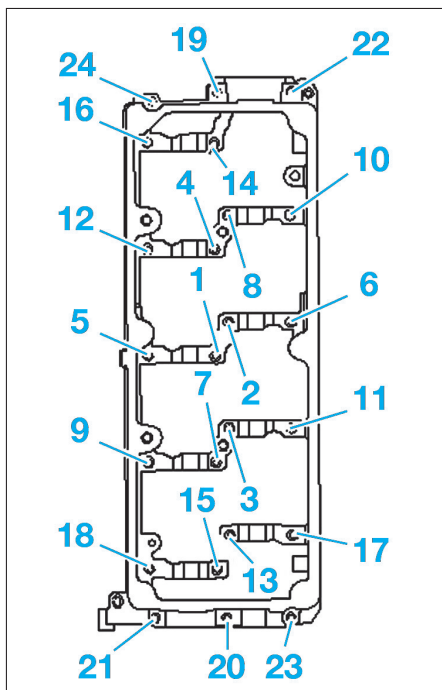

Fig. 55
- Déposer les vis de fixation du palier d'arbres à cames dans l'ordre indiqué (Fig.55).
- Serrer les vis de fixation du palier d'arbres à cames dans l'ordre indiqué (Fig.55).